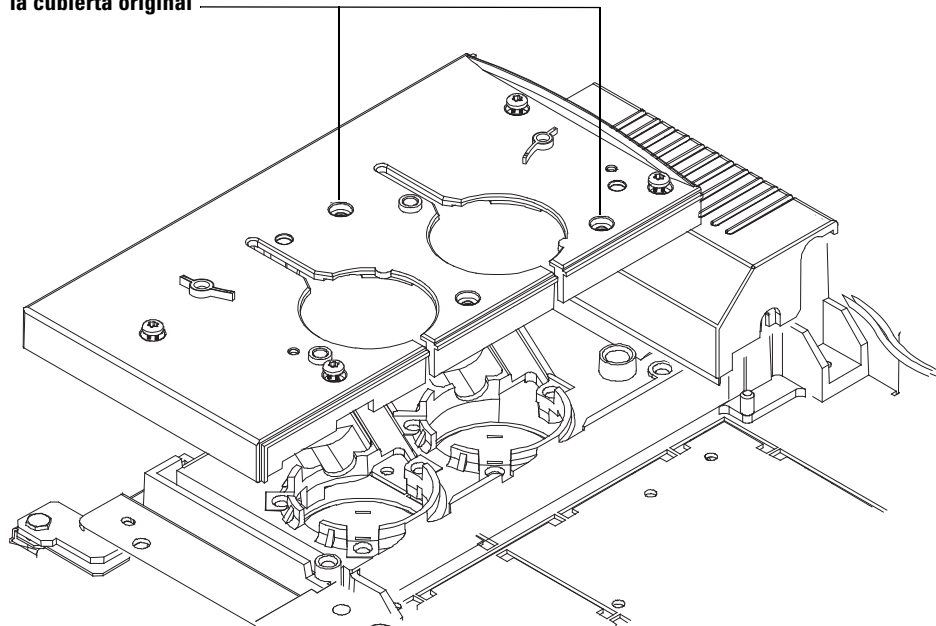

Figura 3 Colocación de la cubierta superior del puerto de inyección y cubierta del ventilador del inyector (GC serie 6890)
- 4 Fije la cubierta superior del puerto de inyección de sustitución con dos tornillos de la cubierta original del inyector en los orificios (Figura 3).